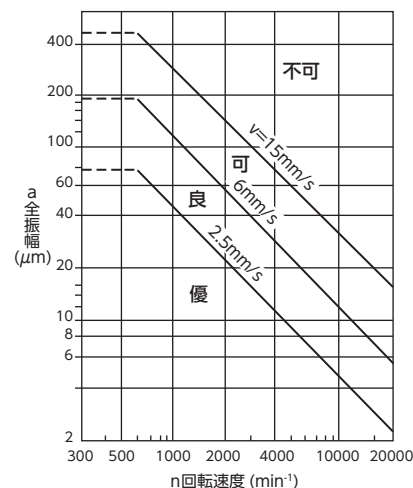

図 9-1 振動の許容値
- ・モータ本体の振動値を測定してください。（図9-1 参照）JIS B 8330「送風機の試験及び試験方法」に規定する軸受箱上の振動許容値の「可」の範囲内であれば継続運転が可能です。但し、定期的に測定を行い、増加傾向に有る場合や異常音がある場合はメーカーへご連絡ください。